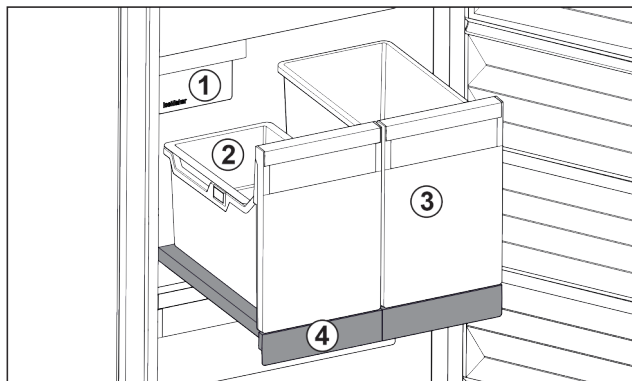

Fig. 94 带 IceTower 的拉出式搁板
- (1) IceMaker
- (2) 冰块挂盘
- (3) 比萨、酒精饮料等的容器
- (4) 拉出式搁板
拉出式搁板上有两个高容器 (IceTower)。来自 IceMaker 的冰块被收集并储存在容器 Fig. 94 (2) 中。容器 Fig. 94 (3) 适合存放较高的食物，例如比萨或酒精饮料。